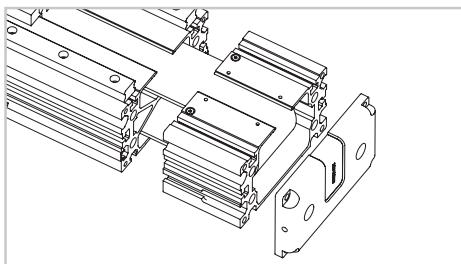

Fig. 12
- 13) Separare la testata folle dal profilo e rimuovere la pulleggia (Fig. 12).